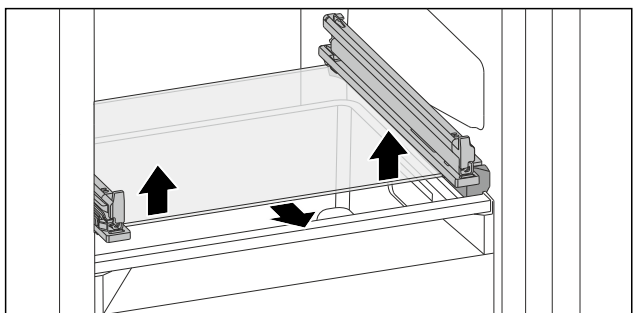

Fig. 139 Skleněná deska odklápěcí zásuvky
- Vytlačte skleněnou desku zdola na obou stranách nahoru. (viz Fig. 139)